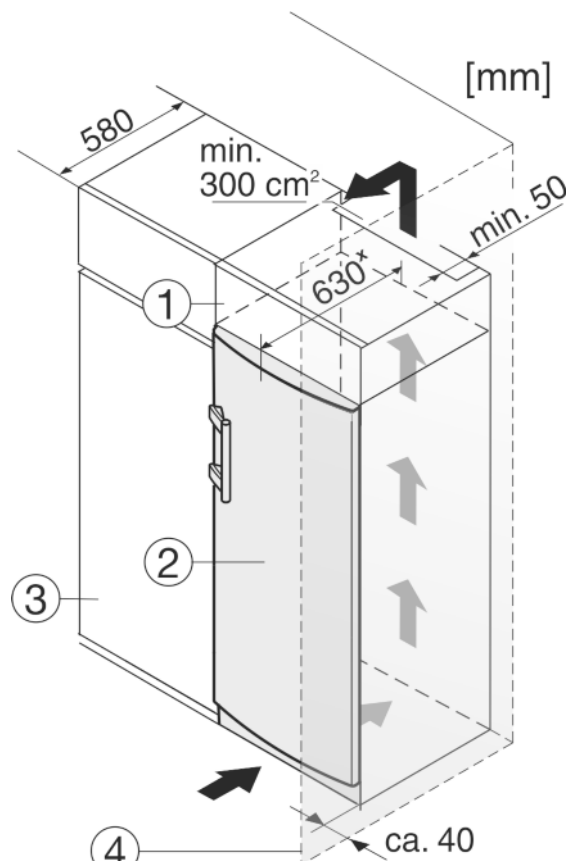

Fig. 11
L'appareil peut être entouré de meubles de cuisine. Pour adapter l'appareil Fig. 11 (2) à la hauteur des placards de la cuisine intégrée, on peut placer un élément haut Fig. 11 (1) au-dessus de l'appareil.
Lors de la transformation avec des placards de cuisine (profondeur max. 580 mm), l'appareil peut être placé directement à côté du placard de cuisine Fig. 11 (3). L'appareil dépasse latéralement de 34 mm^x et de 50 mm^x au centre de l'appareil par rapport à la face avant du placard de cuisine.
Si l'appareil est installé avec les charnières à côté d'un mur Fig. 11 (4), la distance entre l'appareil et le mur doit être de 40 mm min. Ceci correspond à la saillie de la poignée lorsque la porte est ouverte.